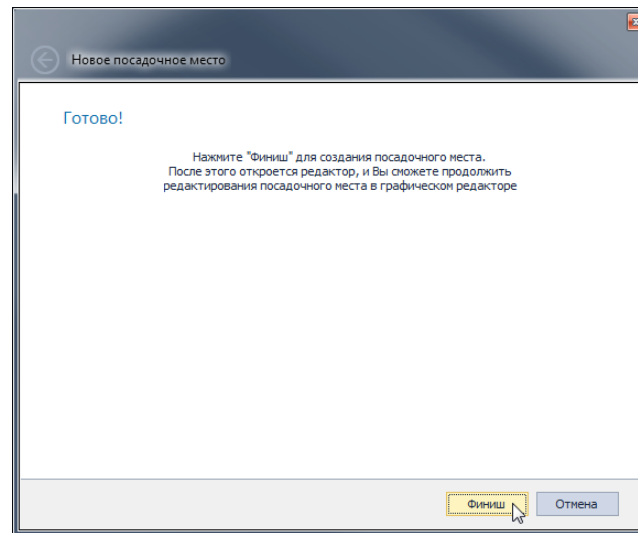

Рис. 81 Завершение настроек по созданию посадочного места
3. Нажмите кнопку «Финиш», см. Рис. 81.